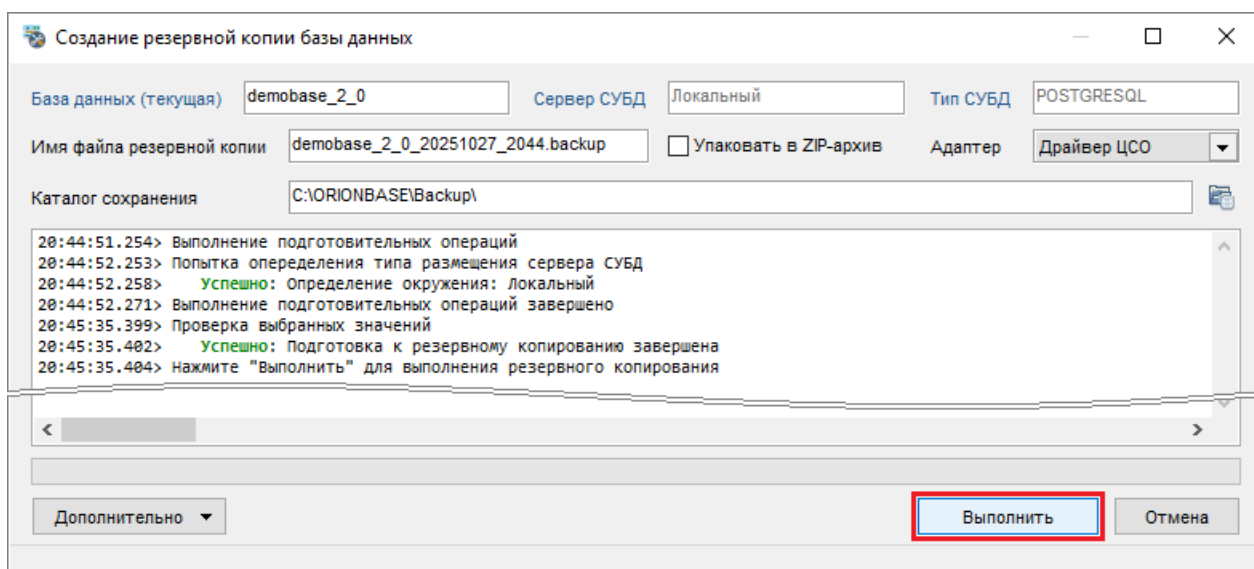

Рисунок 4-51 Запуск процесса резервного копирования БД
- 4) при отсутствии в протоколе ошибок (либо новых ошибок, если таковые отображались ранее) нажмите кнопку «Выполнить» (см. Рисунок 4-51) для запуска процесса резервного копирования БД.